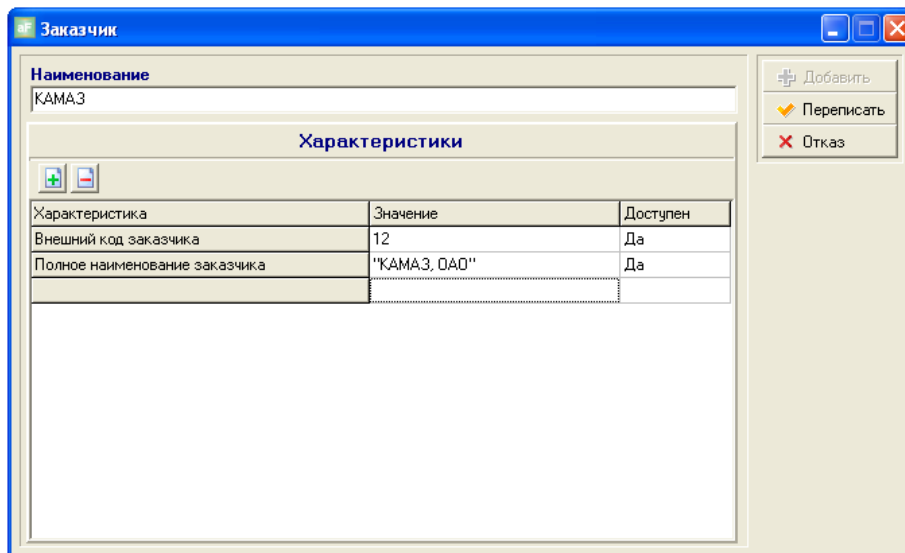
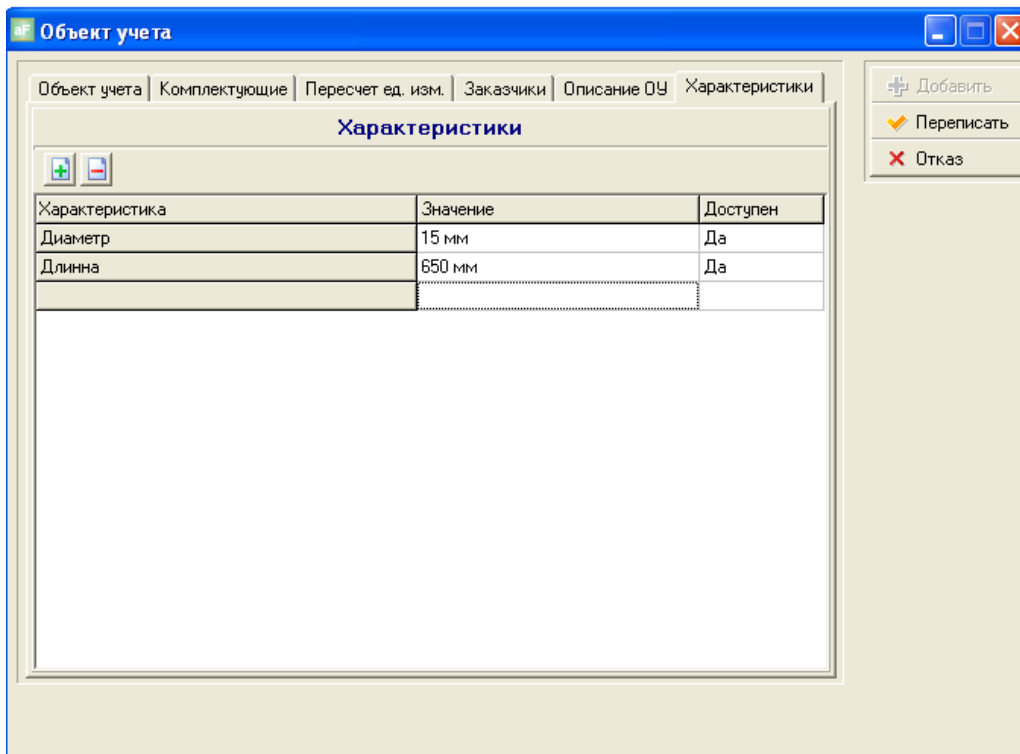

рис. 7-6. Заполненные значения характеристик для заказчика
рис. 7-7. Значения характеристик объекта учета «Трубопровод высокого давления»
- 6) В появившемся окне, изображенном на рис. 7-6, выбрать характеристику, добавляемую для данного заказчика. Так же, выставить галочку в поле «Может быть изменен вне данного системного объекта», если значение данной характеристики может изменяться в других системных объектах (например в спецификации производственного задания) и снимите, если значение характеристики должно быть неизменным в любых других частях системы.
- 7) В случае успешного добавления характеристики, она отразится в таблице «Характеристики», где в поле «Значение» следует ввести значение характеристики, как это показано на рис. 7-6.
Пусть в качестве заказчика для производственного задания выступает заказчик «Камаз», со следующими характеристиками «Внешний код заказчика», «Полное наименование заказчика» (см. рис. 7-6). В качестве объекта учета выступает «Трубопровод высокого давления» с характеристиками «Диаметр» и «Длина», как это показано на рис. 7-7.